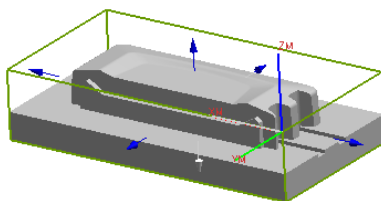

图 10.3.5 毛坯几何体
Step2. 在“毛坯几何体”对话框中选择  自动块 单选项，在“毛坯几何体”对话框 **ZM+** 文本框中输入值 2.0，图形区中显示图 10.3.5 所示的毛坯几何体。